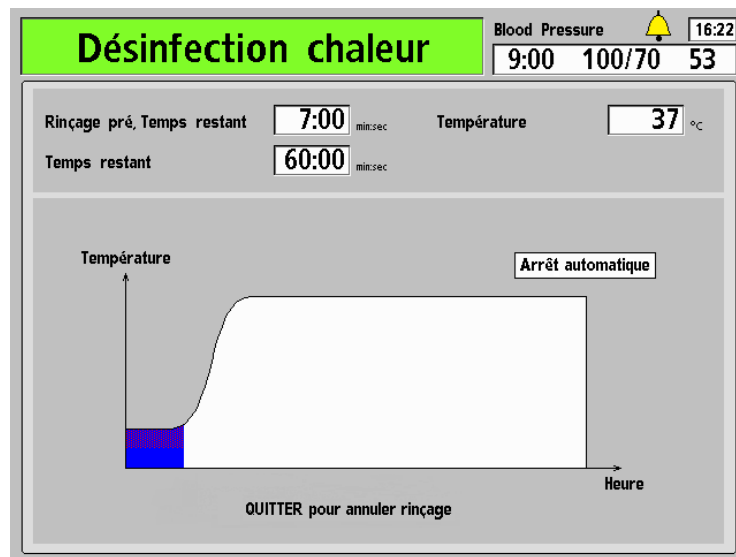

Figure 94 – Écran « Désinfection chaleur »
2. À partir de l'écran « Sélectionner programme », sélectionnez le bouton **Désinfection chaleur**. L'écran « Désinfection chaleur » s'affiche (reportez-vous à la Figure 94). Si l'appareil n'a pas été rincé avant cette méthode, il effectuera automatiquement un rinçage court (10 minutes) ou un rinçage prolongé (20 minutes) en fonction de la configuration de la machine dans le mode de service.
6. Au message-guide, insérez les connecteurs dans leurs ports (l'appareil émet un son bref toutes les 30 secondes jusqu'à ce que les connecteurs soient de nouveau insérés dans leurs ports de rinçage). L'écran « Désinfection chaleur » s'affiche ensuite (reportez-vous à la Figure 94 – Écran « Désinfection chaleur »). L'appareil effectuera automatiquement un rinçage court (10 minutes) ou un rinçage prolongé (20 minutes) en fonction de la configuration de la machine dans le mode de service. Le programme Désinfection chaleur commence dès que la température de l'eau atteint 176 °F/80 °C. La durée du programme peut être fixée en interne entre 10 et 60 minutes.